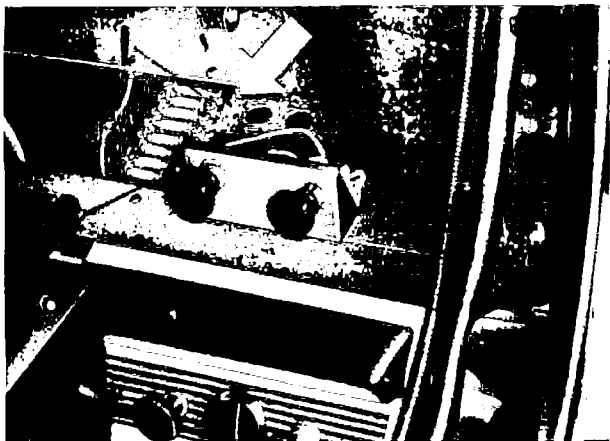

Bild 13.8/1 Sicherungsdose
- 1 — Innenraumbeleuchtung; Signalhorn; Anschlussdose; Bremsleuchten; Bremssystem-Störungsanzeigeleuchte; Warnleuchten — Schaltung nach dem Schaltplan in Bild 13.8/3
- 2 — Blinkleuchten und Blinklicht-Kontrollleuchte; Warnleuchten — Schaltung nach dem Schaltplan in Bild 13.8/2; Scheibenwischer; Heizungsgebläse; Rückfahr-scheinwerfer; Ladestrom- und Schmieröl-druck-Anzeigeleuchten; Fernthermometer; Benzinstandmesser und Benzinstand-anzeigeleuchte